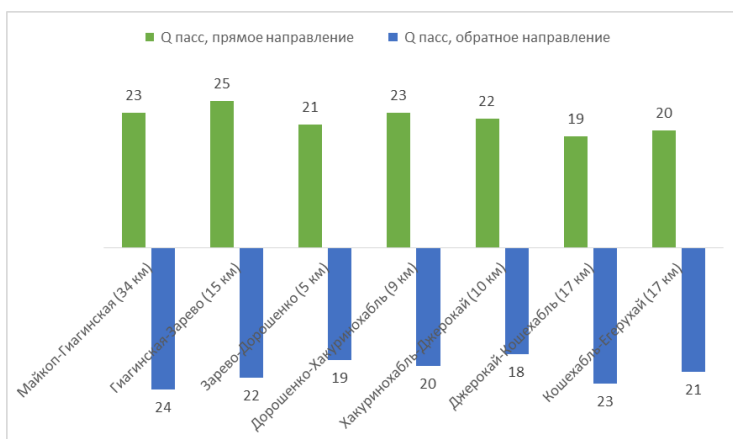

Рисунок 1 – Эпюра распределения пассажиропотока
6.2 Иллюстрации следует нумеровать арабскими цифрами сквозной нумерацией, например: «Рисунок 1»